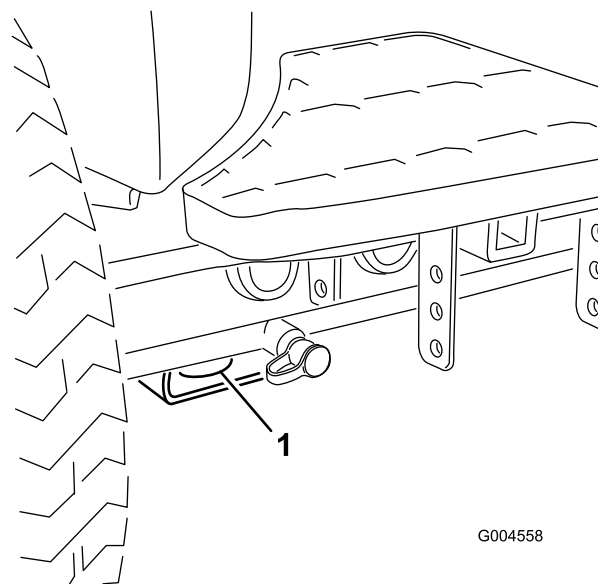

Figura 24
- Delantero – el orificio del bloque rectangular, debajo del tubo del eje, al interior de cada rueda delantera (Figura 24).